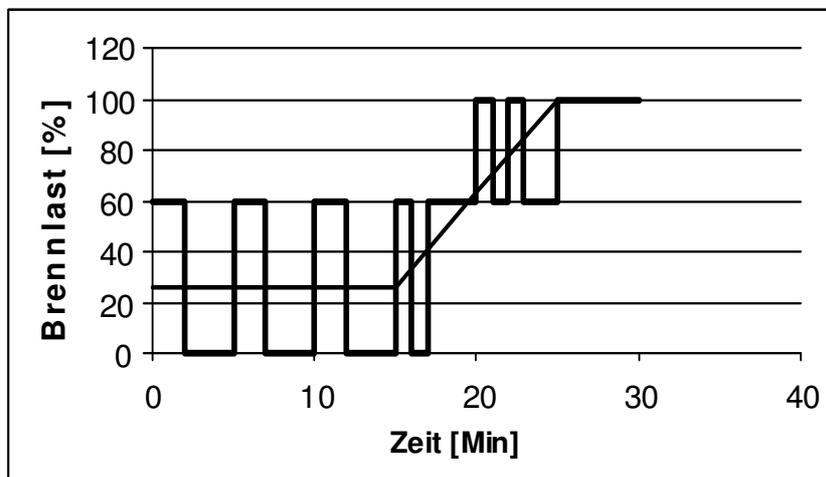

Abb. 1
Die Last muss jedoch immer langsam erhöht werden ab ca. 25% bis 100% - mindestens 10 Minuten (siehe Abb. 1).
Erst nach Erreichen der Betriebstemperatur darf die Brennerausrüstung – nach mindestens 15 Minuten Betrieb bei Betriebstemperatur – für die max. Leistung freigegeben werden (siehe Abb. 1).
Hiernach immer langsam die Last des Kessels ab 25% bis 100% erhöhen – dies muss mindestens 10 Minuten dauern (siehe Abb. 1).
- **Abb. 1:** Die dünne Kurve zeigt das ideale Anfahren und die dicke Kurve zeigt das Anfahren mit zweistufigem Brenner